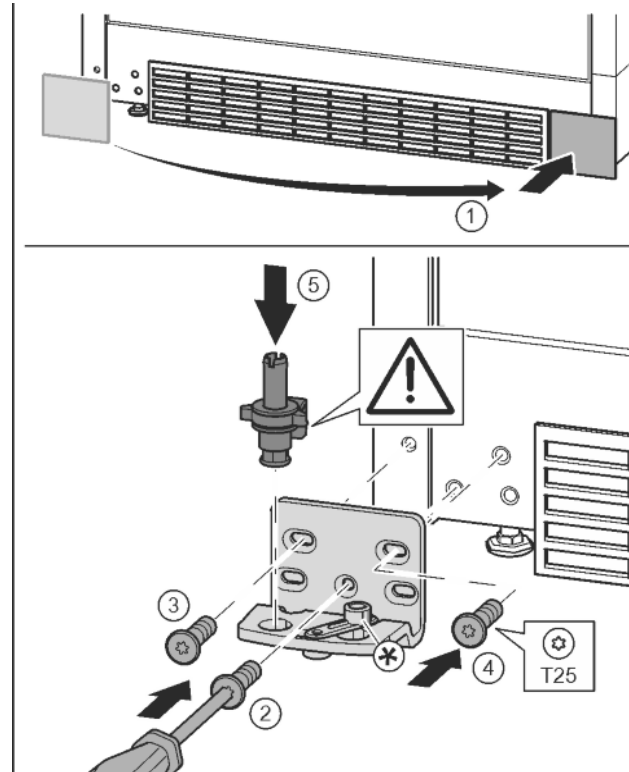

Fig. 17
- ▶ Afdekking eraf halen en op de andere kant aanbrengen. Fig. 17 (1)
- ▶ Lagerbus op de andere kant aanbrengen en met behulp van een schroevendraaier T25 vastschroeven. Met schroef 2 onder in het midden beginnen. Fig. 17 (2)
- ▶ Schroef 3 en 4 vastschroeven. Fig. 17 (3, 4)
- ▶ Lagerbout volledig aanbrengen. Let op dat de vergrendelknok naar achter wijst. Fig. 17 (5)